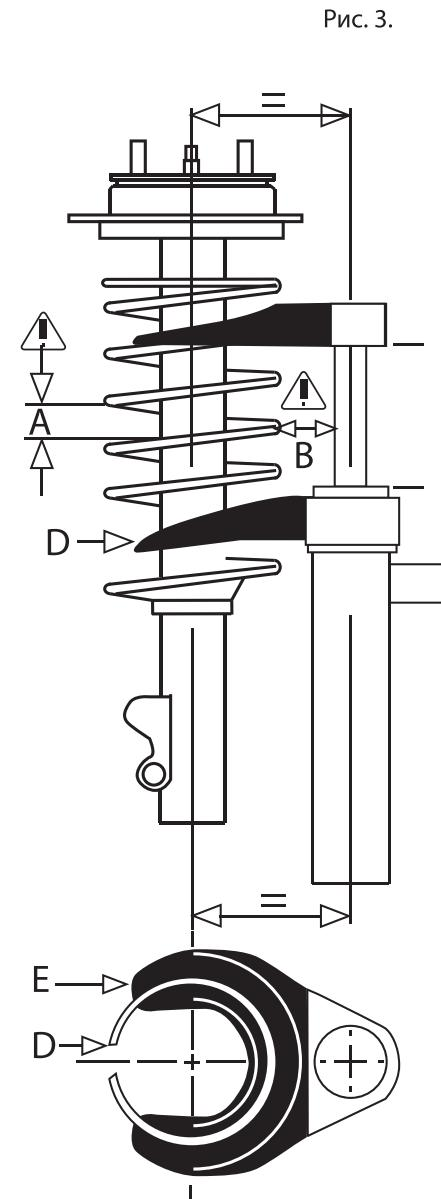

Рис. 3.
(Смотри рисунок 3-А.)
(Смотри рисунок 3-В.)
3. Затем съемник необходимо разместить на пружине, убедившись в том, что пружина плотно сидит как в верхней, так и в нижней челюсти. (Смотри рисунок 3-Д и Е.)
(Смотри рисунок 3.)